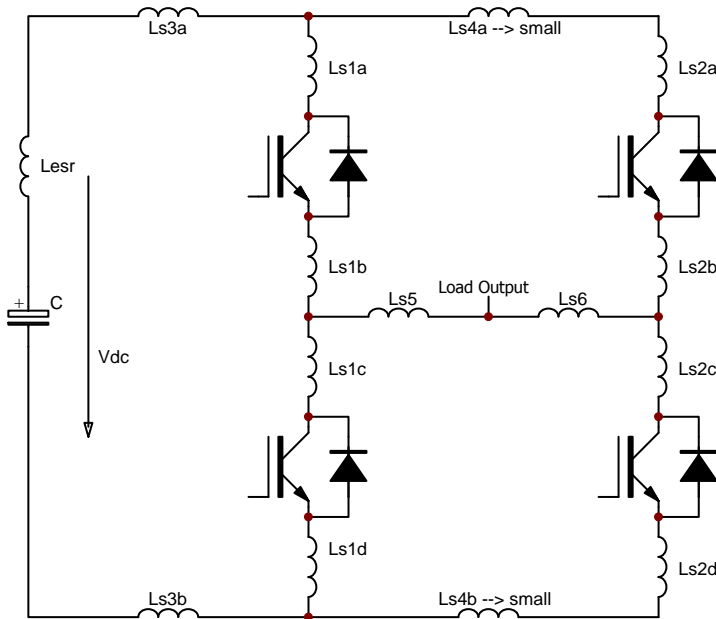

图 3: 存在杂散电感的半桥拓扑
- 涉及并联的 IGBT 模块的变换器结构应尽可能对称，以确保其对称运行。特别是，每个并联 IGBT 模块的直流母线杂散电应当相似（图 3 中 $Ls1 \approx Ls2$, $Ls5 \approx Ls6$ ）。